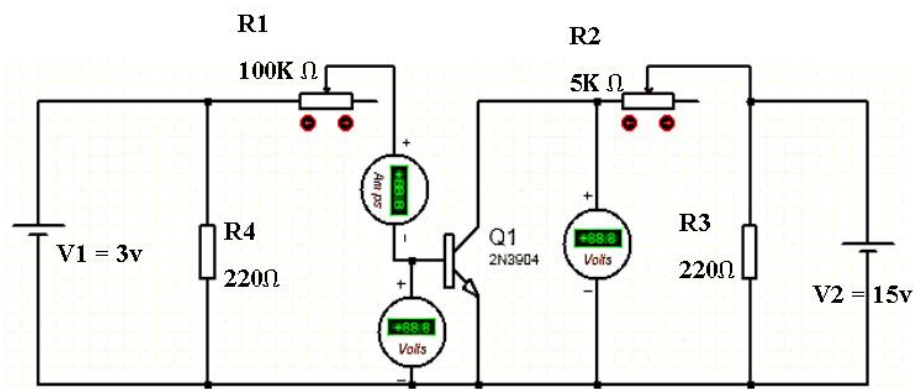

Figura No.2
2. En esta parte, mediante el circuito de la figura No.2, se construirá un conjunto de curvas de tensión de Colector- Emisor (VCE) contra los diferentes valores de corriente del colector (IC), para diferentes valores de corriente dados.